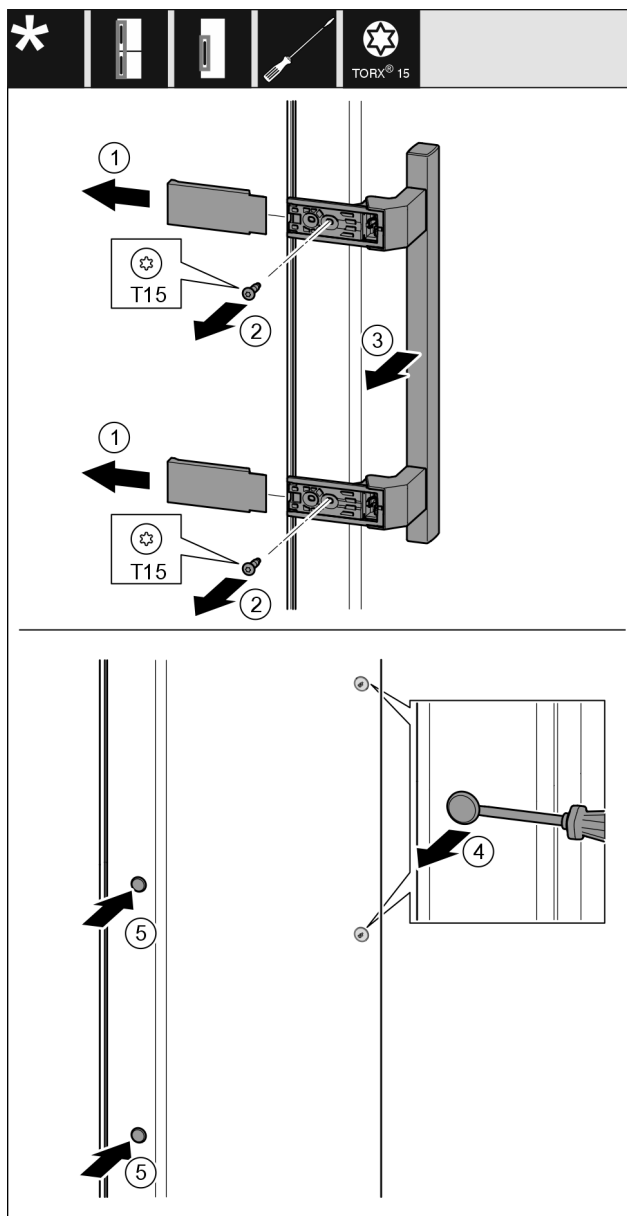

Fig. 52
- Stáhněte kryt Fig. 52 (1).
- Šroubovákem vyšroubujte šrouby Fig. 52 (2).
- Sejměte madlo Fig. 52 (3).
- Postranní zátku Fig. 52 (4) opatrně plochým šroubovákem nadzvedněte a vytáhněte.
- Zátku Fig. 52 (5) opět vložte na druhé straně.